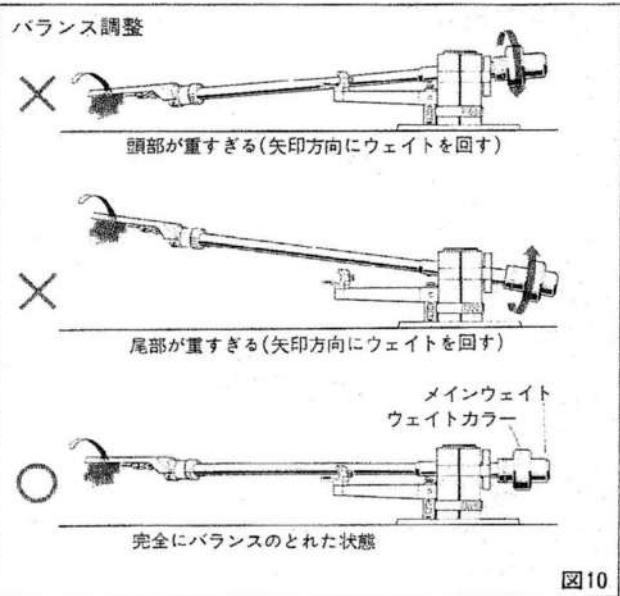
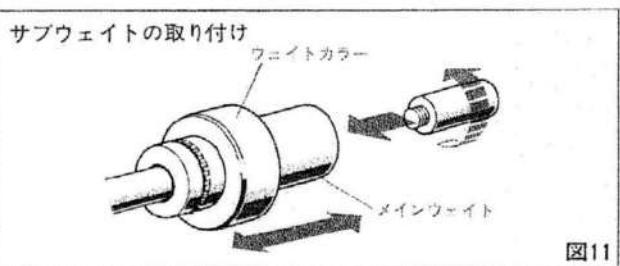
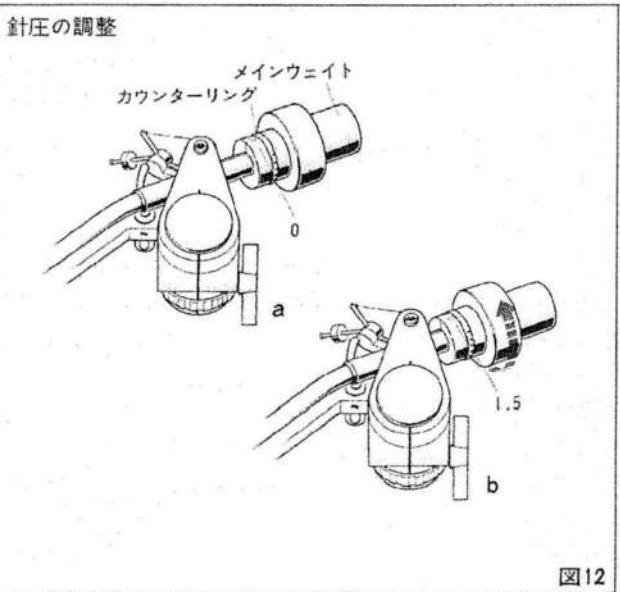

図10
図11
図12
- (2)ヘッドシェル側から軽く指をはなしてトーンアームの水平バランスを調べます。ヘッドシェル側が重ければ頭部が下ります。
- (3)トーンアームが完全に水平になるように図10を参考にしてメインウェイトを前後させ調整します。メインウェイトはゆっくり回すようにしてください。
- (4)バランスがとれましたら、トーンアームをアームレストに戻します。
- (5)メインウェイトでバランスがとれない場合には、ウェイトカラーを前後に動かしてもう一度バランス調整をおこなってください。(図11)
- (6)カートリッジの重量が重くバランスがとれない場合は、付属のサブウェイトをつけ、もう一度バランス調整をおこなってください。最大15gまでのカートリッジを取り付けることができます。(図11)
③針圧調整
- (1)水平バランスがとれた時のメインウェイトの位置を動かさないようにして、メインウェイト前部のカウンターリングだけを回し、カウンターリングの数字“0”をトーンアームの黒ラインに合わせてください。(図12-a)
- (2)メインウェイト本体を回しますとカウンターリングも一緒に動きますので、メインウェイトを図12-bの矢印方向にゆっくり回し、適正針圧の値をトーンアームの黒ラインに合わせます。ひと目盛0.5g、1回転で3gの針圧が得られます。カートリッジの適正針圧が假りに1.5gならカウンターリングの数字“1.5”をトーンアームの黒ラインに合わせてください。